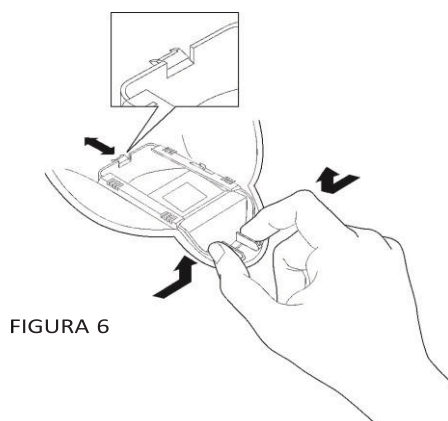

FIGURA 6
1. Premere le 2 clip di sblocco del supporto plastico (Figura 6) che mantiene la lente tirandolo verso l'esterno.